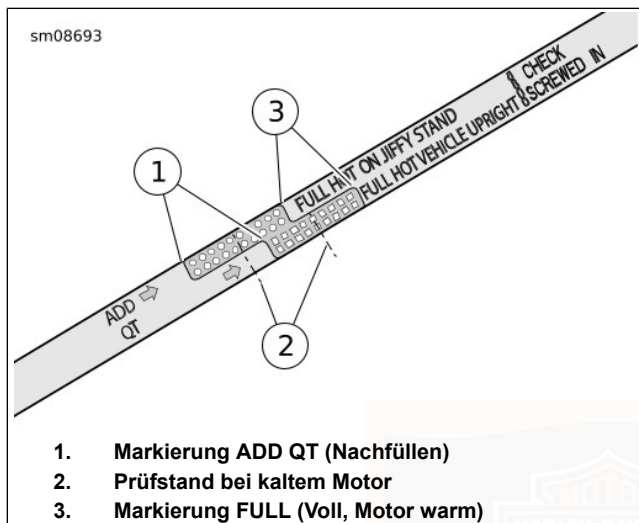

Abbildung 91. Motorölmessstab
- e. Siehe Abbildung 91. Ölstand prüfen. Der korrekte Ölstand bei kaltem Motor liegt auf halbem Wege (2) zwischen den Markierungen ADD QT (Nachfüllen) (1) und FULL HOT (Voll, heiß) (3) auf dem Ölmesstab.
5. Ölstand prüfen. Nur so viel Öl nachfüllen, um den Füllstand zwischen die Ölmesstab-Markierungen ADD QT (1) und FULL HOT (3) zu bringen.
- e. Siehe Abbildung 91. Ölstand prüfen. Der Ölstand sollte zwischen den Markierungen ADD QT (Nachfüllen) und FULL HOT (Voll, heiß) auf dem Ölmessstab stehen.